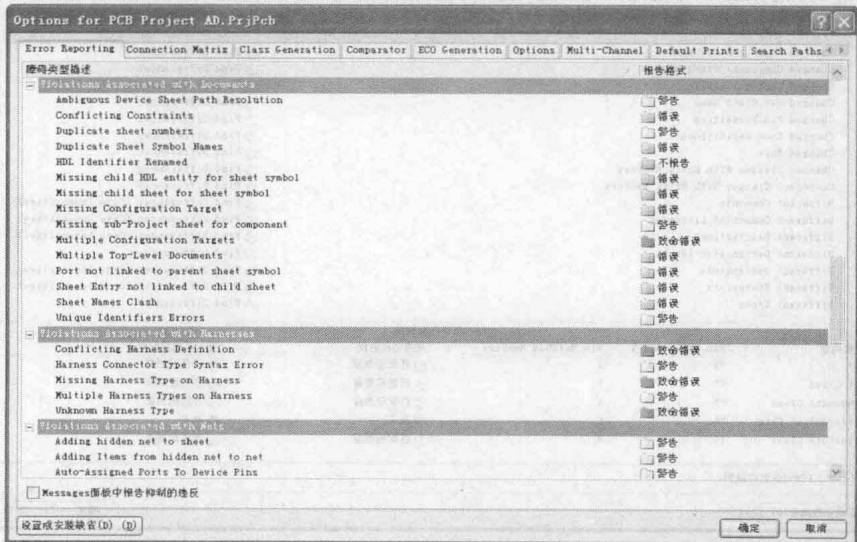

图 11-18 工程属性对话框——Error Reporting 选项卡
①单击“工程”\“工程参数”命令,弹出工程属性对话框,如图 11-18 所示。在“Error Reporting (错误报告)”选项卡的“Violation Type Description”列表中罗列了网络构成、原理图层次、设计错误类型等报告错误。错误报告类型有“**No Report (无报告)**”、“**Warning (警告)**”、“**Error (错误)**”和“**Fatal Error (严重错误)**”4种。